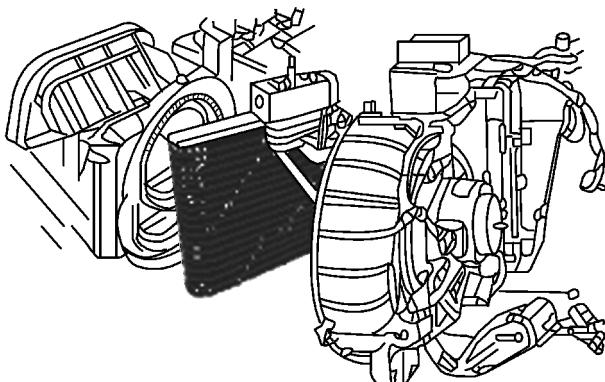

图 5-46 蒸发器芯壳体上拆卸蒸发器盖固定螺钉
- 4) 按照如图 5-46 所示，从蒸发器芯壳体上拆卸蒸发器盖固定螺钉，拆下蒸发器芯。